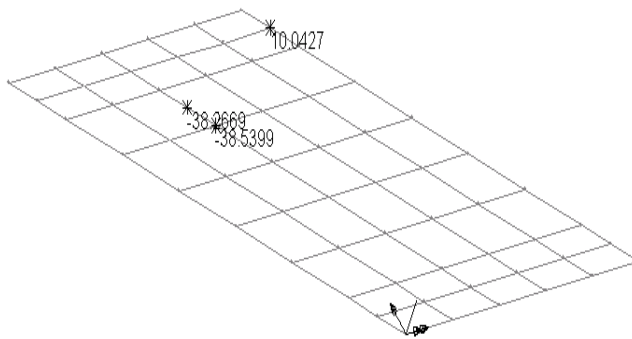

Fig. 57
- pe ecran vor fi afișate valorile maxime ale momentelor încovoietoare MX pentru cazul activ de încărcare selectat (fig. 57)